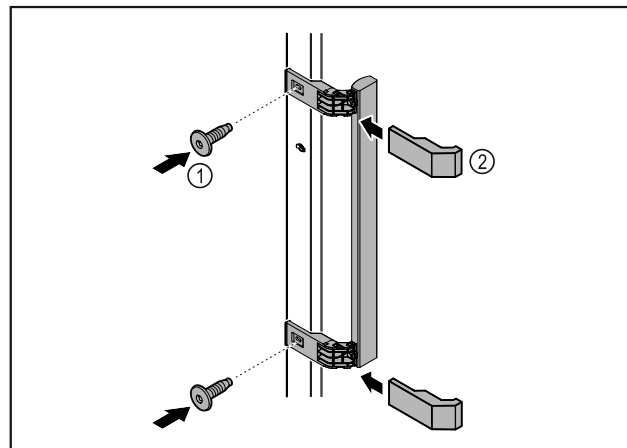

Fig. 7
- Plasser håndtaket som fulgte med, på døren med de vedlagte skruene Fig. 7 (1).
- Sett på dekselet Fig. 7 (2).